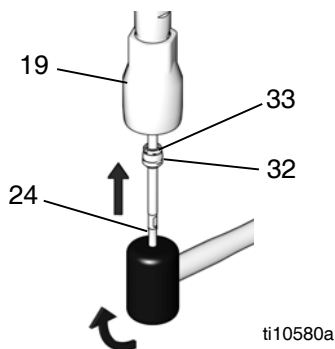

FIG. 24
10. Lubrificare la biella del pistone di adescamento (24), quindi far scorrere la valvola di aspirazione montata sulla biella. Verificare che il dado della guarnizione (33) passi prima sulla biella. Spingere verso l'alto il gruppo valvola sulla biella, fermandosi prima che raggiunga l'involucro della valvola di aspirazione (19). Vedere: FIG. 24.
11. Mantenere il corpo della valvola (32) stabile con una chiave inglese mentre si utilizza una chiave regolabile per serrare il dado della guarnizione (33); per la coppia di serraggio corretta vedere la seguente tabella. Utilizzare un martello in gomma sulla biella del pistone di adescamento (24), per guidare il gruppo valvola finché non si arresta.